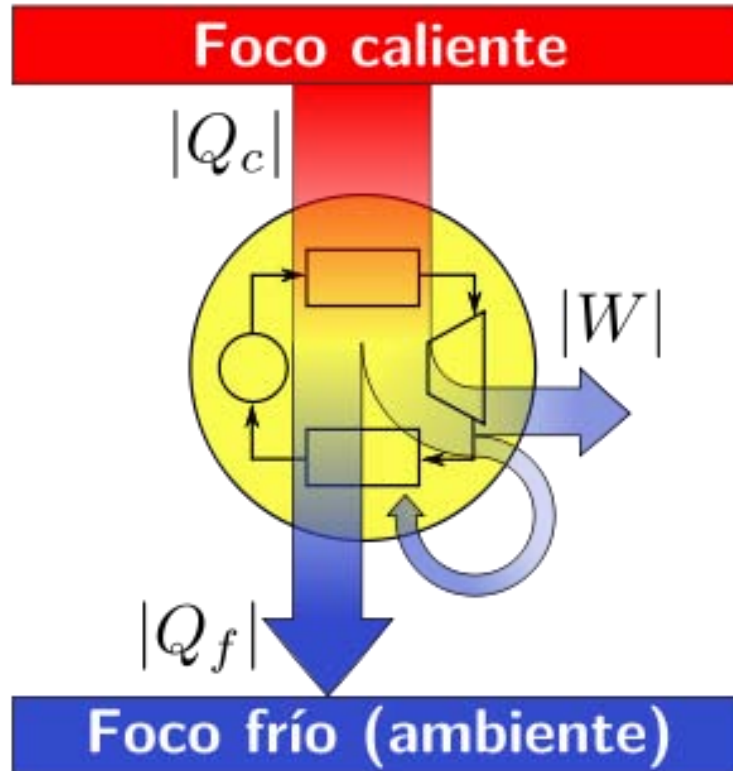

Ilustración 1.2. Explicando la entropía y la dirección del flujo de calor de manera natural
**1.2.3 2° LEY DE LA TERMODINÁMICA:** Fue enunciada por dos científicos, Rudolf Clasius “no es posible ningún proceso cuyo único resultado sea la extracción de calor de un recipiente a una cierta temperatura y la absorción de una cantidad igual de calor por un recipiente a temperatura más elevada” explicando que el calor fluye del foco de alta temperatura al de baja temperatura, de manera natural e irreversible. Otra explicación es la de Lord Kelvin “es imposible construir una máquina térmica que operando en un ciclo, no produzca otro efecto que la absorción de energía desde un depósito, con la realización de una cantidad igual de trabajo” explicando que en los procesos termodinámicos tendremos “pérdidas” de energía, las cuales no podremos aprovechar al convertir la energía en otra lo que se conoce como la entropía. Imagen 1.2.